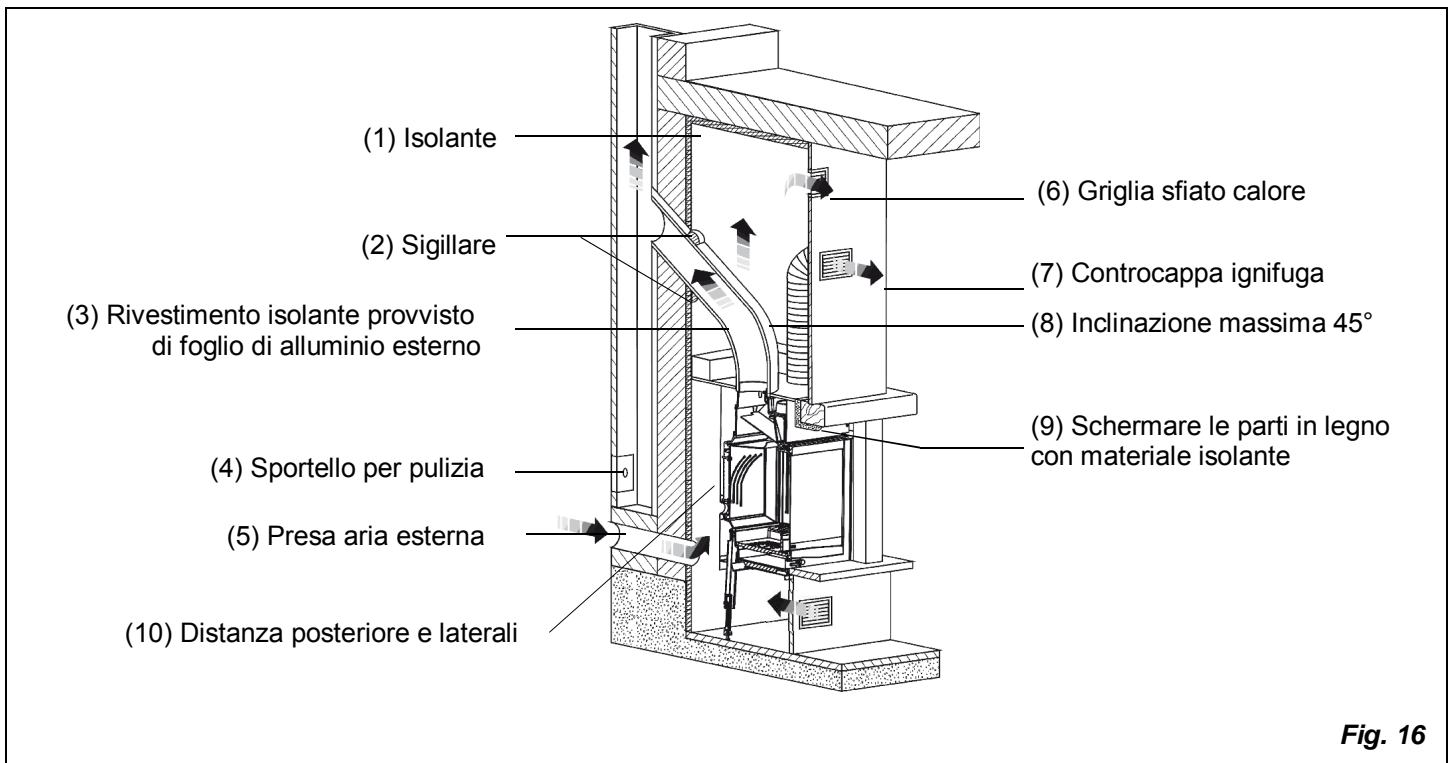

Fig. 16
La **griglia di sfiato calore** (Fig. 16 pos. 6) va installata sulla parte superiore della cappa a circa 20 cm dal soffitto. Questa **deve sempre essere installata** in quanto la sua funzione è quella di lasciare fuoriuscire nel locale il calore accumulato all'interno della cappa (sovrappressione).